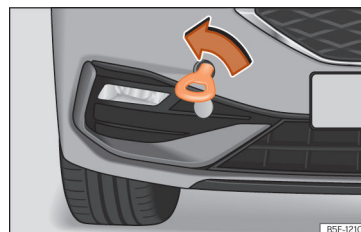

Abb. 213 Vorderer Stoßfänger rechts: Eingeschraubte Abschleppöse
- Drehen Sie die Abschleppöse **entgegen dem Uhrzeigersinn** so fest wie möglich in die Aufnahme » (Abb. 213) , » ①. Verwenden Sie ein geeignetes Hilfsmittel, um die Abschleppöse festzuziehen.
① HINWEIS